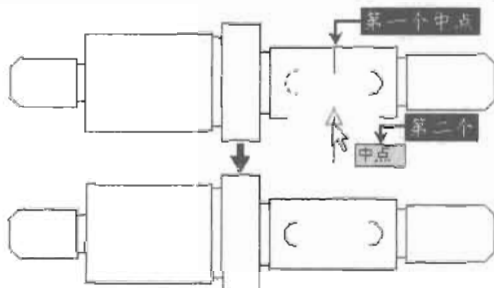

图 10-140
(9) 在命令提示行输入 Mi 并回车, 执行 Mirror (镜像) 命令把半圆弧镜像复制一份, 如图 10-140 所示, 命令执行过程如下。
//捕捉第一个中点, 如图 10-140 所示